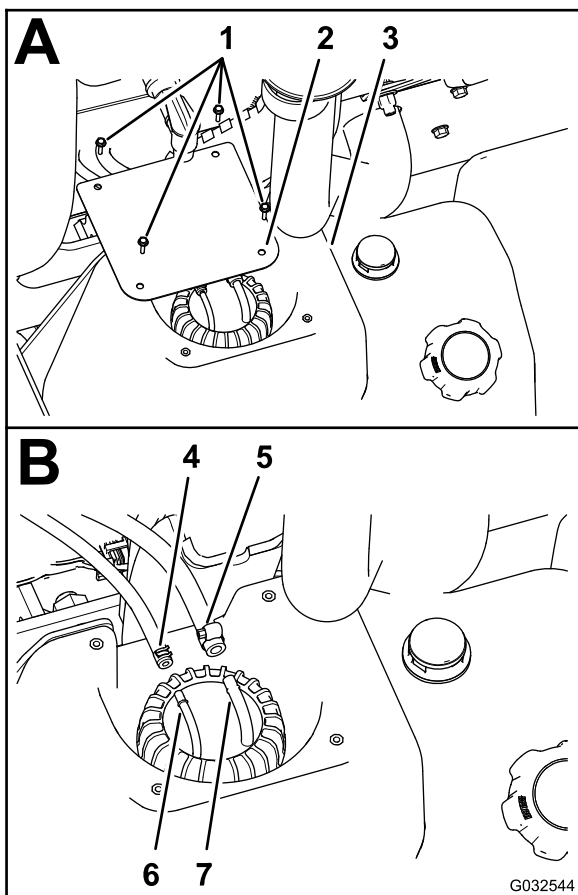

Рисунок 77
2. На топливном баке выверните 4 винта (№ 10 x 3/4 дюйма), которые крепят крышку к верхней части топливного бака, и снимите крышку (Рисунок 77А).
- Ослабьте хомуты крепления 2 топливных шлангов к 2 шланговым штуцерам в верхней части узла вертикальной трубы (**Рисунок 77В**).
- Отсоедините 2 шланга от шланговых штуцеров и дайте топливу стечь из шлангов в утвержденную к применению топливную емкость (**Рисунок 77В**).
- Подсоедините топливный шланг диам. 6,4 мм к шланговому штуцеру 6,4 мм и закрепите шланг на штуцере с помощью шлангового хомута (**Рисунок 77В**).
5. Подсоедините топливный шланг диам. 8 мм к шланговому штуцеру 8 мм и закрепите шланг на штуцере с помощью шлангового хомута (Рисунок 77В).
6. Установите крышку на бак (Рисунок 77А), закрепив ее с помощью 4 винтов (№ 10 x 3/4 дюйма), снятых при выполнении пункта 2 раздела Удаление топливного фильтра из бака \(страница 69\).